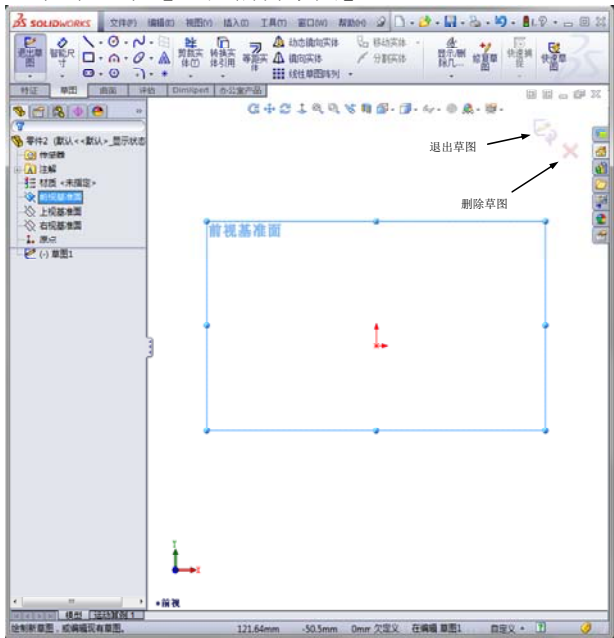

图 2-2 草图绘制模式
- 4. 进入草图绘制模式（如图 2-2 所示）。此时 [草图] 操控面板上的草图绘制按钮被激活，也出现了图形窗口上的确认角落，同时状态栏中显示 [正在编辑草图]。